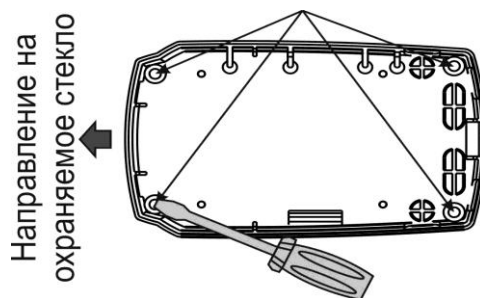

Рисунок 11.10
- сделать разметку под крепежные отверстия по приложенному основанию и смонтировать элементы крепления (рисунок 11.10):